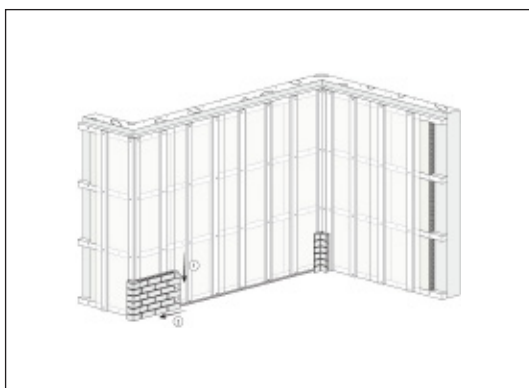

图4 墙板安装方向
- 2) 将第一块墙板固定在起始条上, 然后滑向左侧 (见图 4), 使其与转角紧密结合, 固定第一块墙板时应确保墙板背后的钩子要全部勾住起始条;